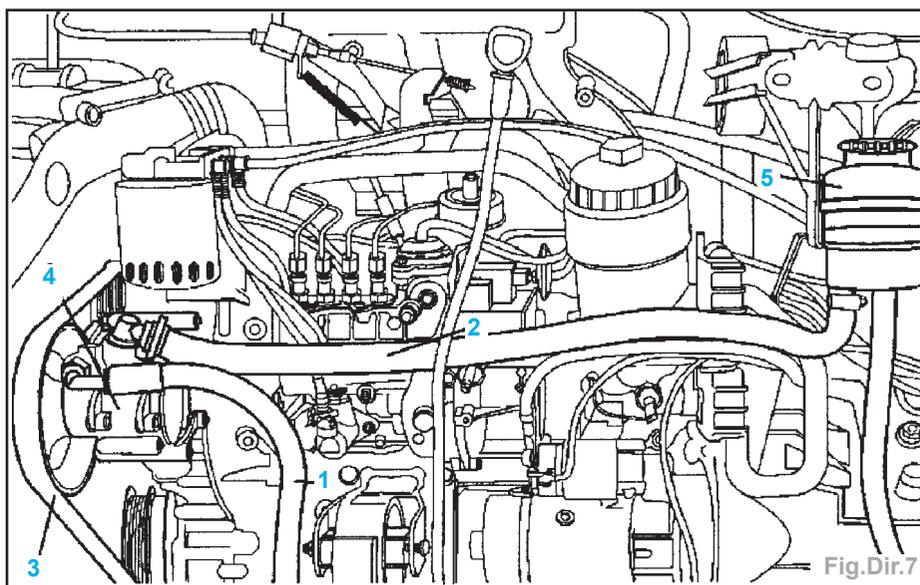

Fig.Dir.7
- Déposer (Fig.Dir.7) :
- le flexible haute pression (1),
- la conduite de retour (2).
- Desserrer les vis de la poulie (3).
- la poulie (3),
- la pompe de servodirection (4).